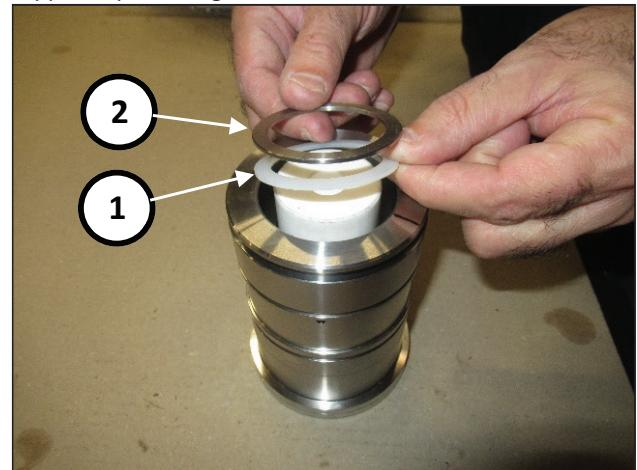

Fig. 182
Inserire anello antiestrusore (pos. ①, Fig. 182) e anello di supporto (pos. ②, Fig. 182).